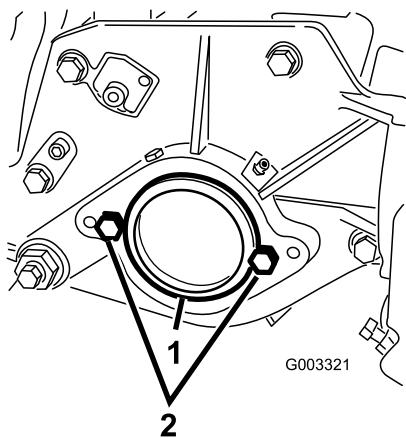

图7
3. 在滚刀组右端，从轴承座中取下塑料盖（图7）。
4. 从右侧板卸下 2 个螺栓（图7）。
6. 将 2 个滚刀马达安装螺栓宽松地安装至滚刀组左侧板（图7）。